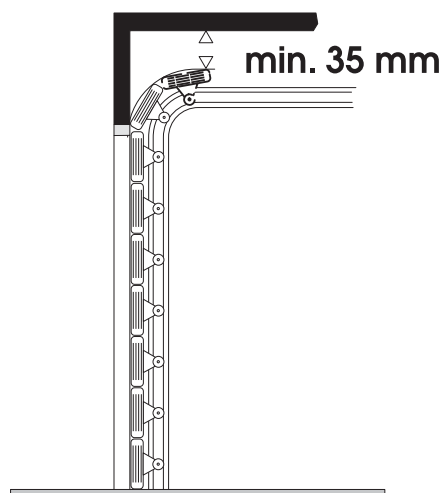

Fig. 4
| Dimensiones totales máximas desde el techo (mm) | 35 (Fig. 4) |
- Compruebe que entre el techo y el punto más alto de deslizamiento de la puerta quede un espacio de por lo menos 35 mm. (Fig. 4).
- 2) Trace en el dintel una línea horizontal correspondiente a la máxima altura que alcanza la puerta durante el movimiento (véase Fig. 4).